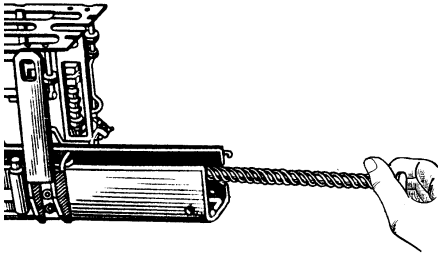

Рис. 115.
1.6. Від'єднати зворотню пружину. Для чого висунути пружину з отвору затворної рами (рис. 115).